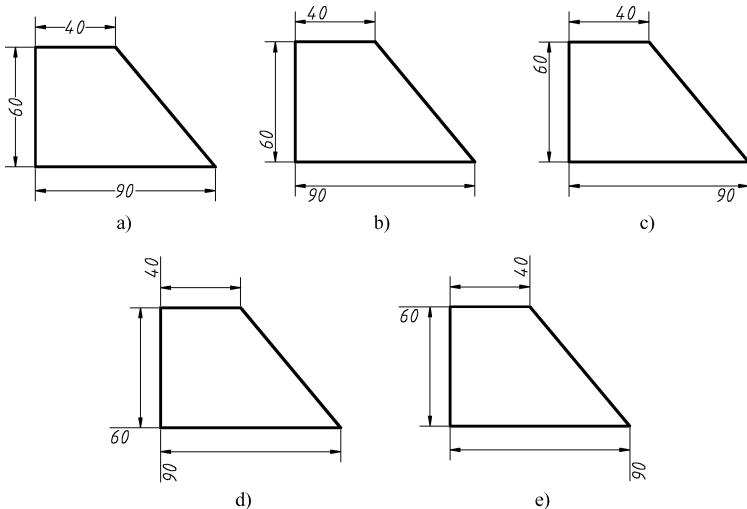

图9-21 “水平”选项设置示例
- “水平”下拉列框表：用于设置尺寸数字相对尺寸线水平方向上的位置。有“居中”“第一条尺寸界线”“第二条尺寸界线”“第一条尺寸界线上方”和“第二条尺寸界线上方”5个选项，如图9-21所示。